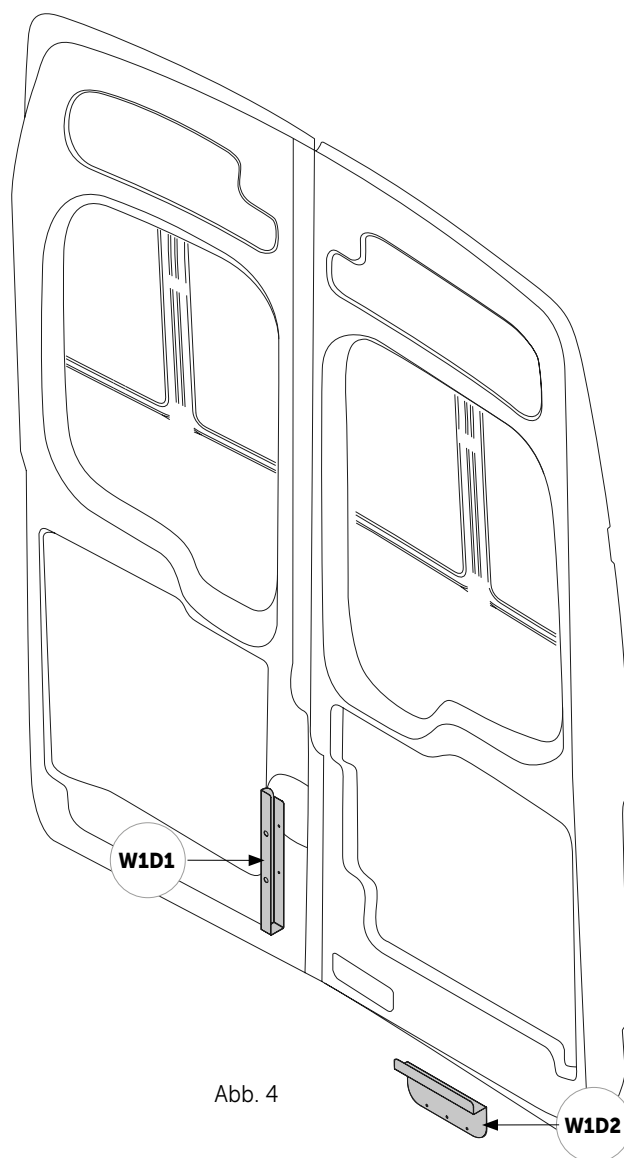
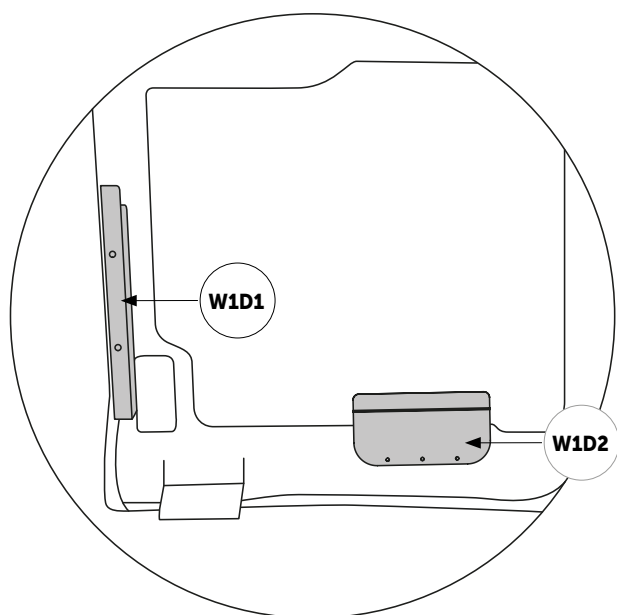

Abb. 4
Abb. 5
1. Positioniere **W1D1** so, dass es senkrecht mit der Seite der Tür (Abb. 4 und Abb. 5) und dem passenden Ausschnitt, der die Prägung abdeckt, bündig ist (Abb. 6). **W1D2** passen Sie so ein, dass es in der Türspalte zusammensetzt (Abb. 4 i Abb. 5). Markiere die Positionen der Schraubenlöcher. Bohre die Löcher und schraube dann **W1D1** und **W1D2** ein.